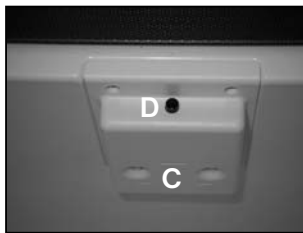

Abbildung 7.
8.1.2. Innere LED Beleuchtung (nicht gekühltes Fach) (Abb. 7.)